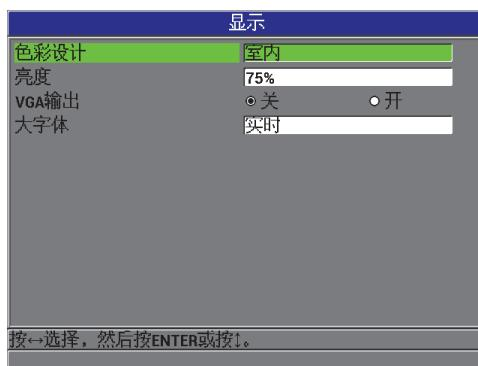

图 3-4 显示屏幕
2. 在 **显示** 屏幕中（参见第 49 页的图 3-4），选择所需的参数，并为以下参数设置适当的值：